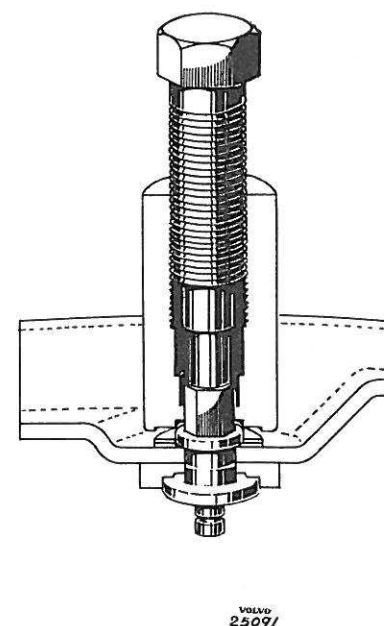

Fig. 25. Retrait de l'outil.
4. Posez la vis et retirez l'outil du boulon, voir Fig. 25.